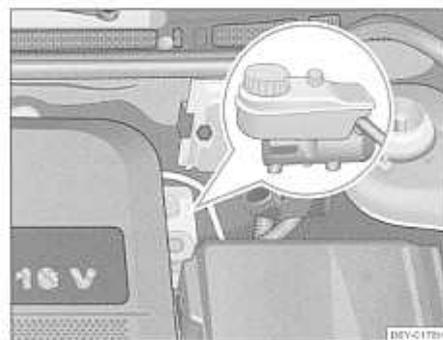

Fig. 130 Vano motor: Depósito del líquido de frenos
- Verifique el nivel de líquido de frenos en el depósito ⇒ fig. 130. El nivel debe encontrarse entre las marcas de "MIN." y "MÁX."